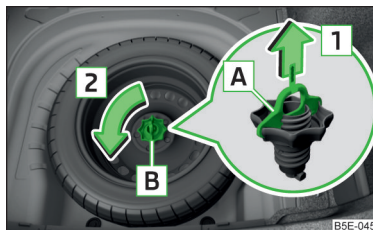

Fig. 217
La roue de secours se trouve dans un logement sous le revêtement du plancher du coffre et est fixée par un écrou spécial **B** » fig. 217.
- Appuyez sur la poignée de déverrouillage **A** dans le sens de la flèche **1** » fig. 217.
- Vissez l'écrou **B** dans le sens opposé de la flèche **2** » fig. 217.